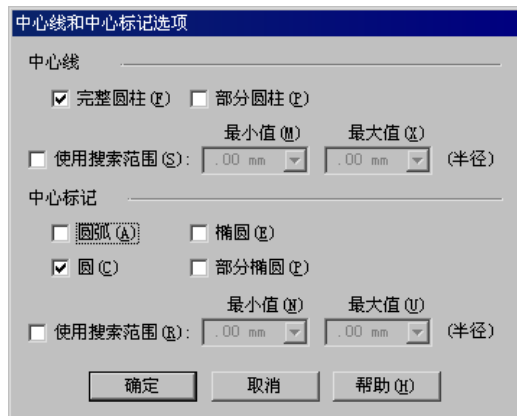

图 8.9.2 “中心线和中心标记选项”对话框
-  按钮: 单击此按钮系统弹出图 8.9.2 所示的“中心线和中心标记选项”对话框。用于在图纸视图中添加或移除自动中心线和中心标记的元素选项的设置。